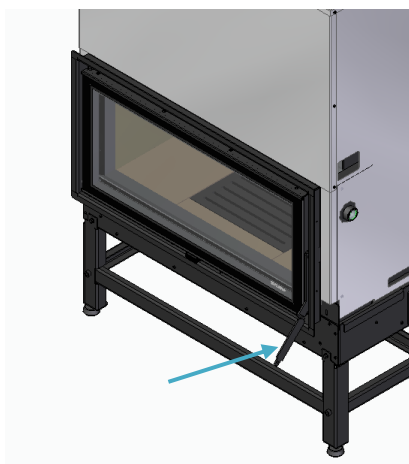

Figura 17
n) Nos modelos com porta em movimento horizontal, verificar, utilizando a ferramenta, se a porta é capaz de abrir facilmente e se, quando fechada, a vedação da porta está em contacto com o painel frontal, Figura 17;